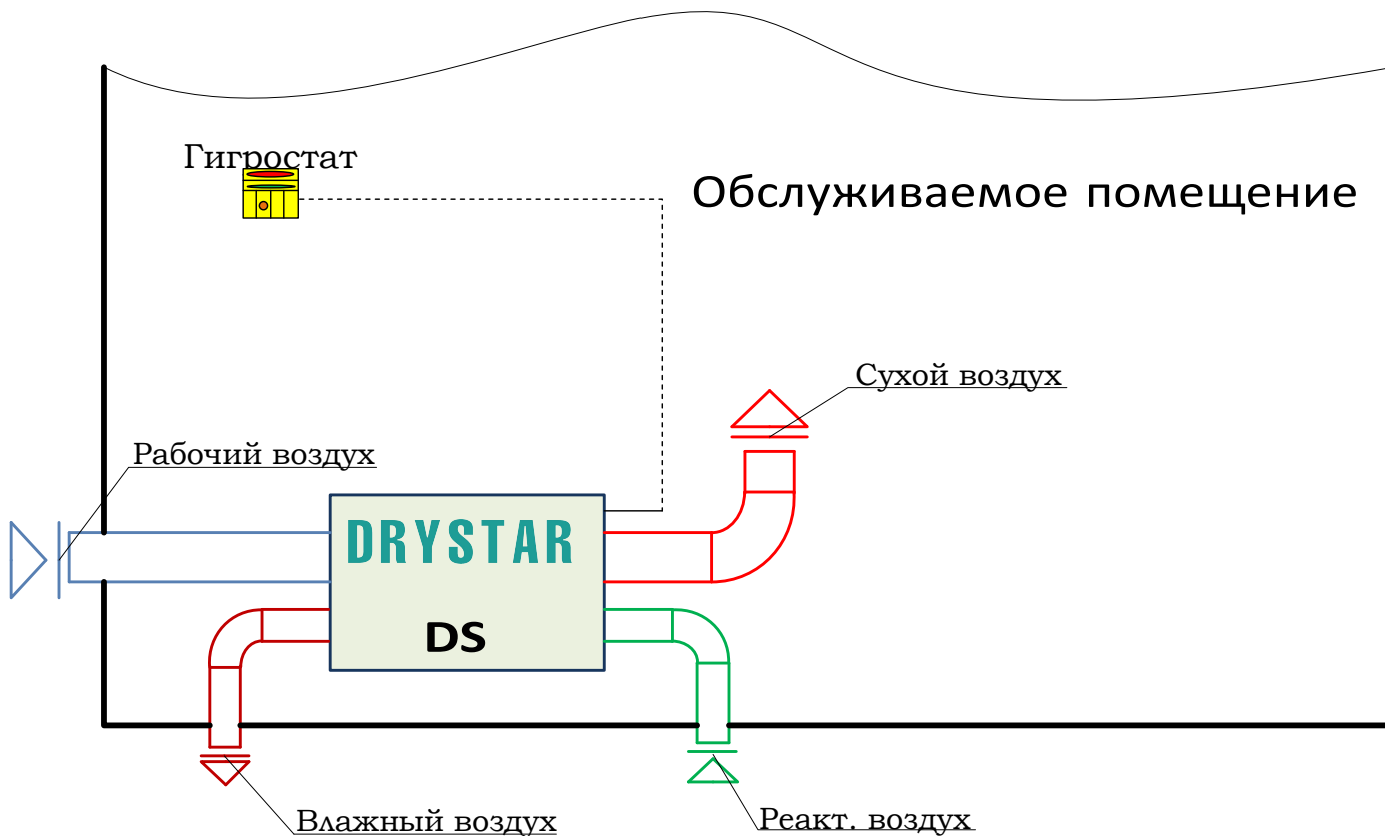

Рисунок 4.3 – Работа осушителя по «открытой» схеме (внутреннее исполнение)
- ✓ работа осушителя по «открытой» схеме (внутреннее исполнение) – см. рисунок 4.3;
На рисунке 4.4 – наружная установка осушителя при работе в режиме подачи свежего воздуха. Отличается от третьего варианта (см. рисунок 4.3) только местом установки осушителя. На рисунке 4.5 – внутренняя установка осушителя при работе в режиме рециркуляции («закрытая» схема) с подмесом наружного свежего воздуха. Такой вариант актуален в случаях, когда необходимо вентилировать помещение свежим воздухом, либо необходимо создать избыточное давление в обслуживаемом помещении для недопущения неорганизованного притока наружного воздуха. Воздуховод приточного наружного воздуха необходимо оснастить ручным или